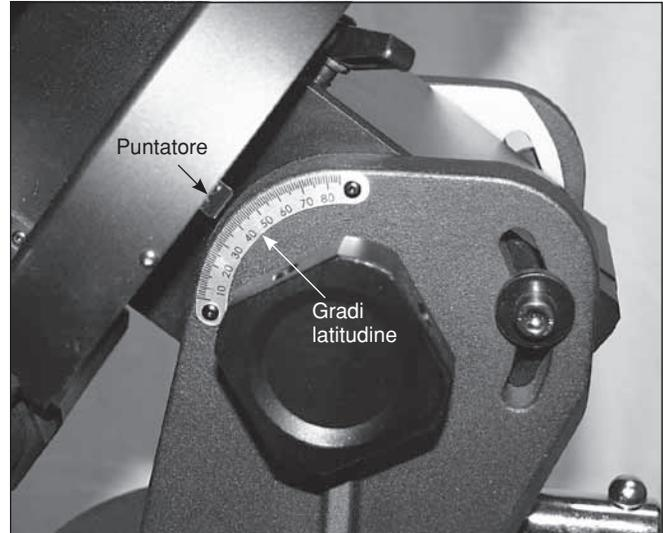

Figura 14. Fare riferimento alla scala della latitudine per impostare la montatura alla latitudine del sito di osservazione o di cattura immagini.
2. Utilizzare la maniglia del martinetto per impostare l'angolo della montatura alla latitudine corrente, facendo riferimento alla scala della latitudine e al puntatore sul lato sinistro della montatura (**Figura 14**). Se non si conosce la propria latitudine, consultare un atlante geografico o cercarla su Internet. Ad esempio, se la latitudine è 36° nord, posizionare il puntatore su 36.
6. Installare la maniglia sul martinetto dell'altitudine e utilizzarlo per impostare la scala della latitudine alla propria latitudine locale (**Figura 14**).